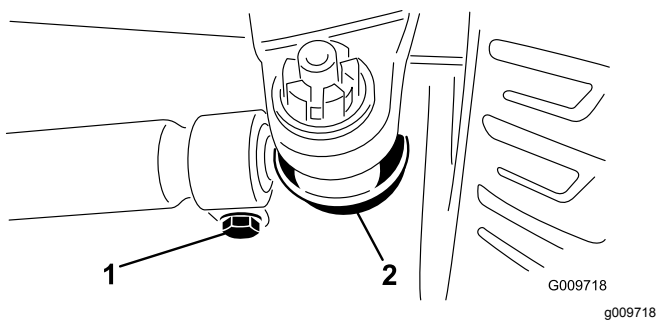

Figure 64
2. Pour le régler, retirez la goupille fendue et l'écrou de l'une des rotules de biellette. Déposez la rotule de biellette du support du carter de pont (Figure 64).
3. Desserrez les fixations aux deux extrémités des biellettes (Figure 64).